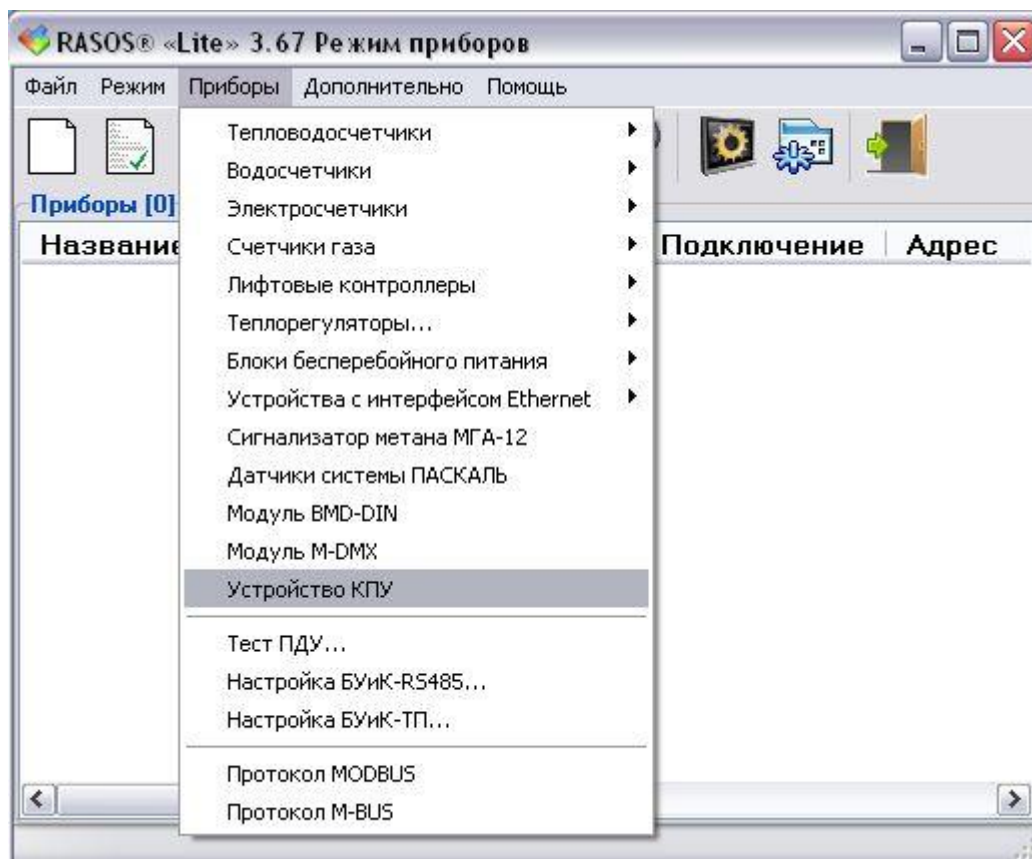

Рисунок 17 - Выбор КПУ в программе RASOS
14.2.1 Запустить программу RASOS. Переключить RASOS в режим «Приборы», выбрать вкладку «Приборы» и «Устройство КПУ» (рисунок 17).